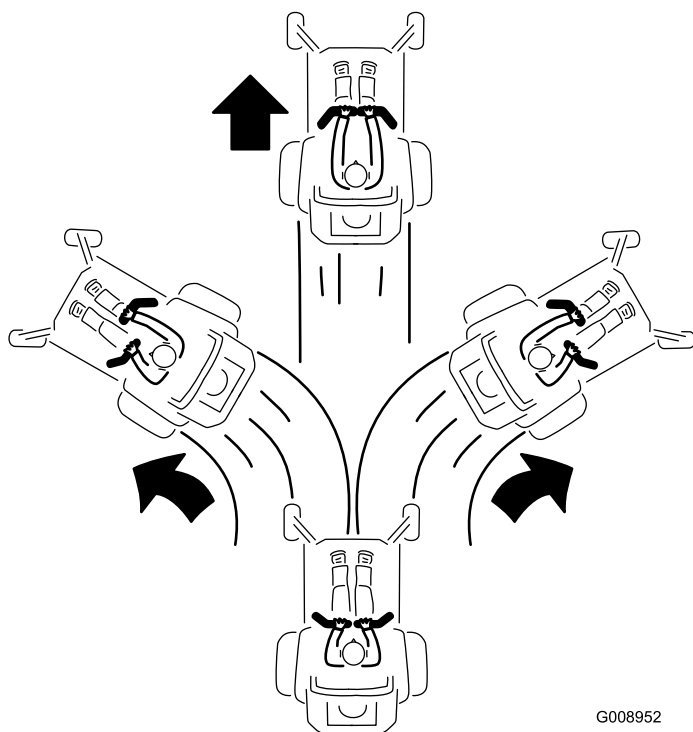

Figura 22
3. Para andar para frente empurre as alavancas de controlo do movimento lentamente para a frente (Figura 22).